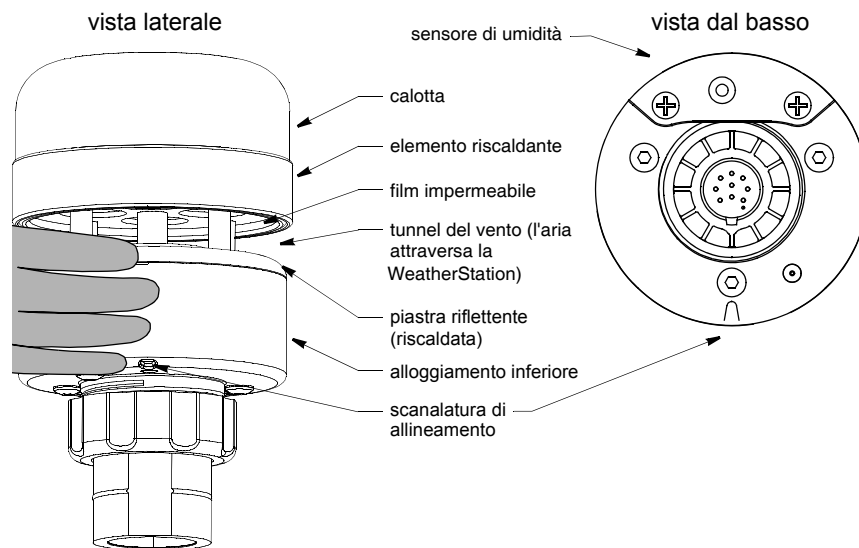

Figura 3. Strumento WeatherStation con elemento riscaldante
ATTENZIONE: La piastra riflettente e il film impermeabile posti nel tunnel del vento dello strumento WeatherStation sono essenziali per il suo funzionamento (Figura 3). Prestate attenzione a non graffiare la piastra né a perforare il film né a danneggiare queste parti in qualsiasi modo.
4. Per ottenere una misurazione precisa della direzione del vento, assicuratevi di orientare correttamente la scanalatura di allineamento. Afferrate l'alloggiamento inferiore dello strumento WeatherStation sotto la piastra riflettente e mantenete-lo nella posizione corretta (Figura 3).